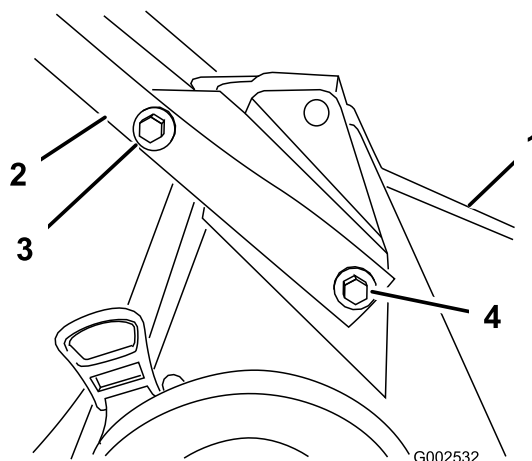

Figura 3
1. Monte el manillar en la carcasa del cortacésped con 2 pernos (5/16 x 7/8 pulg.), 2 pernos (5/16 x 1-1/2 inches), 4 arandelas y 4 contratuercas (Figura 3).